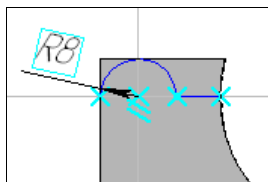

Рис. 18.24. Эскиз для сечения
- ◆ выделите большую грань и создайте на этой плоскости эскиз, как на рис. 18.24;